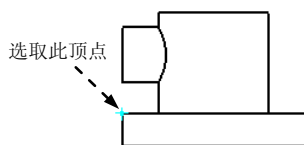
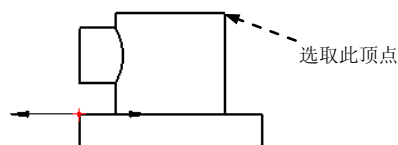
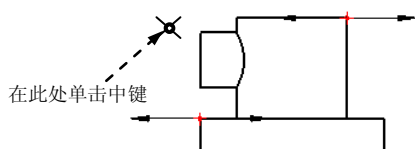
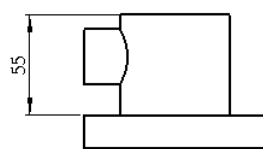

图 5.2.37 选取顶点 (一)
图 5.2.38 选取顶点 (二)
图 5.2.39 选取两点后的视图显示
图 5.2.40 尺寸显示
- 在 **▼ MAKELINE (做线)** 下拉菜单中选择 **Horiz Line (水平线)** 命令，选取图 5.2.37 所示的顶点，此时视图如图 5.2.38 所示，选取图 5.2.38 所示的顶点，此时视图如图 5.2.39 所示，在图 5.2.39 所示的位置单击中键，此时视图中显示尺寸，如图 5.2.40 所示。